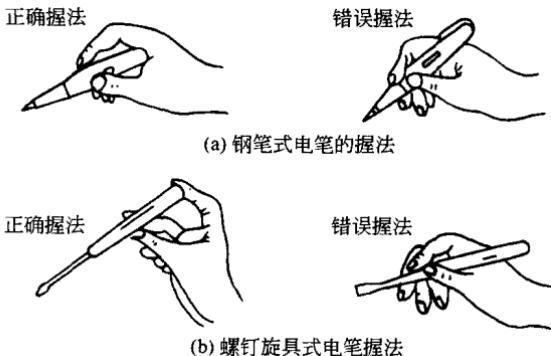

图 1-8 低压试电笔的握法
② 使用时，应掌握正确的试电笔姿势，与带电体保持安全距离，笔身应握紧，氖管小窗背光要朝向自己。握笔的方法如图 1-8 所示。
③ 应经常检查试电笔的性能是否完好，在有电的电源上检查氖管是否正常发光，否则不得继续使用。
④ 螺钉旋具式电笔只能承受很小的扭矩，使用时要